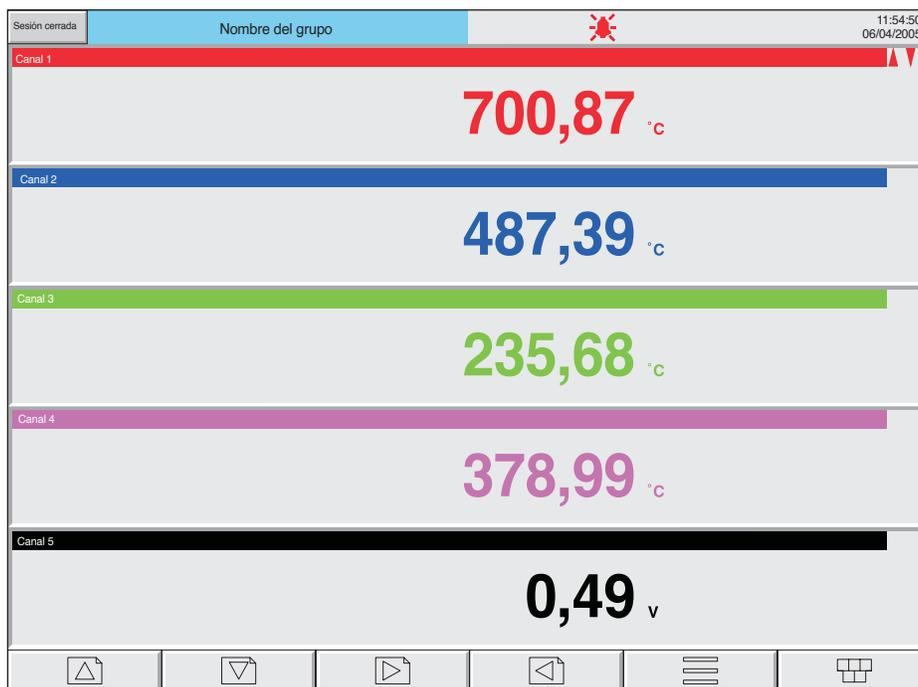
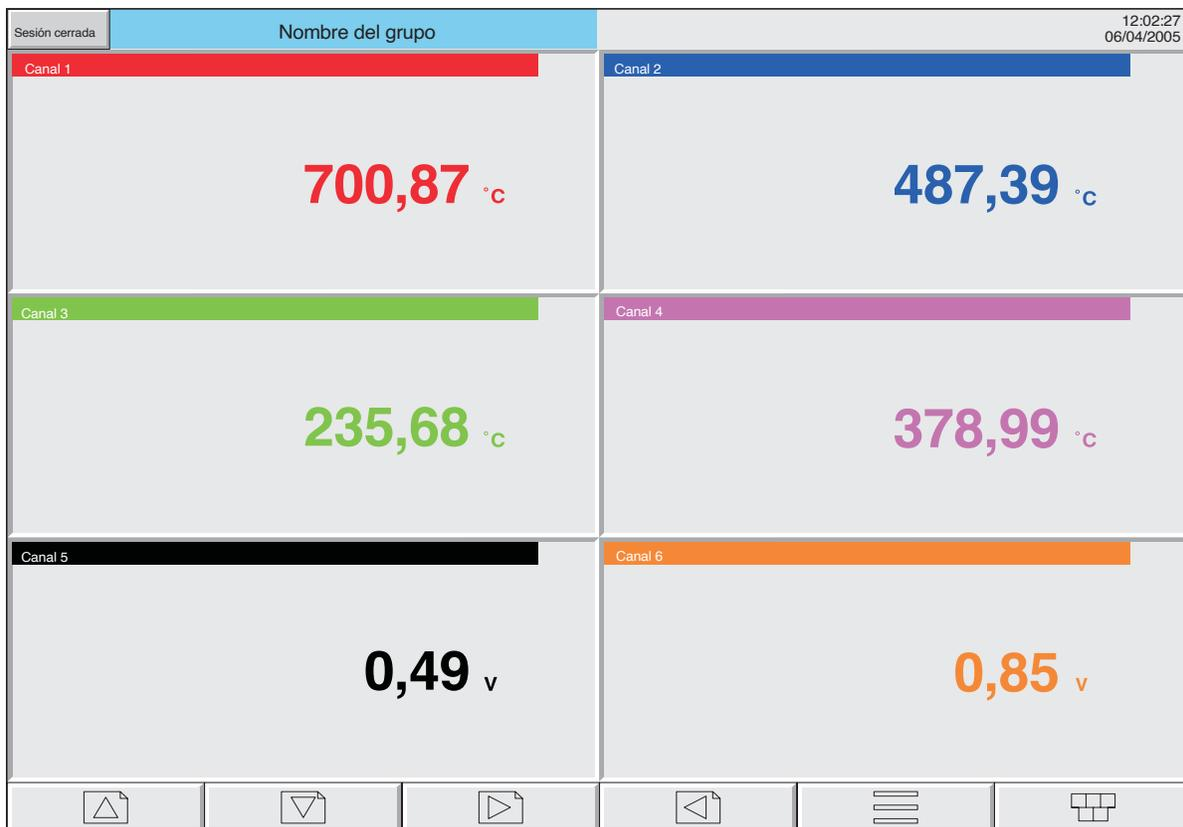

Imagen 3.4.6a Modo de visualización numérica (ejemplo de 1 a 5 canales)
Imagen 3.4.6b Ejemplo de modo de visualización numérica (6 canales)
**Nota:** Las imágenes 3.4.6a, b y c hacen referencia al instrumento de armazón grande. En el caso del instrumento de armazón pequeño, se utiliza la visualización de una única columna (imagen 3.4.6a) para grupos con hasta cuatro puntos habilitados. Si los grupos tienen más de 4 puntos, se utiliza la visualización de dos columnas (imagen 3.4.6b), con barra de desplazamiento. El registrador de armazón pequeño no es compatible con el modo de tres columnas (imagen 3.4.6c).